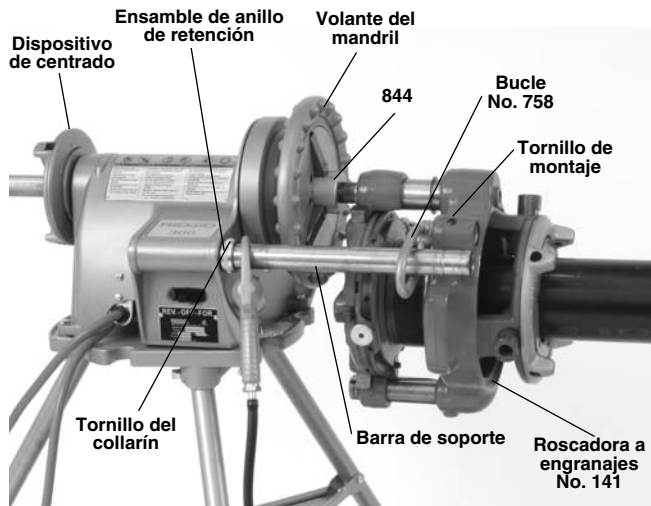

Figura 13 – Roscadora a engranajes Modelo 141 unida directamente a la motopropulsora
3. **Modelo 141** – Afloje el tornillo de montaje en el saliente de conexión de la roscadora a engranajes. Instale el bucle 758 en el saliente y apriete el tornillo de montaje para fijar el bucle. Jale hacia adelante la barra de apoyo del lado del interruptor para que pase a través del bucle 758. Trabe la barra con el ensamble de anillo de retención (*Figura 13*).